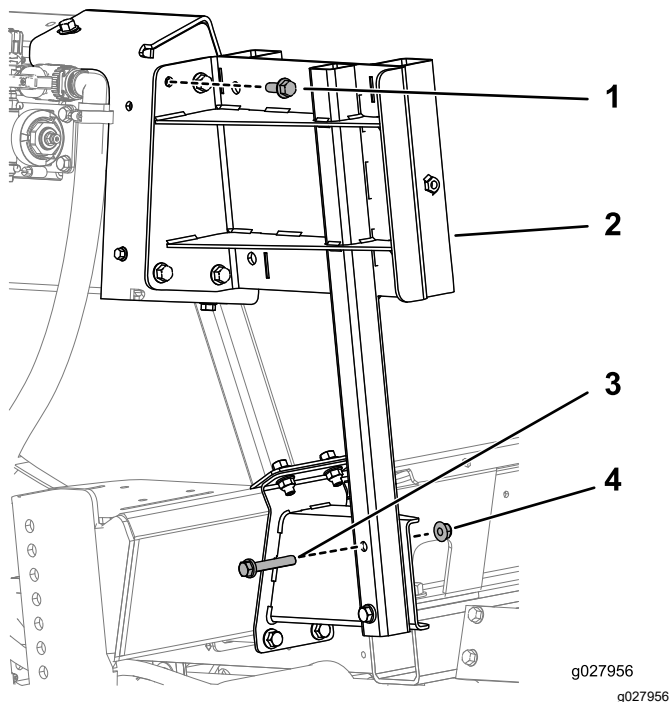

Figura 13
5. Sujete el soporte de la bandeja del carrito a los soportes superior e inferior con 4 pernos ($\frac{3}{8}$ "-16 x 1"), 2 pernos ($\frac{3}{8}$ "-16 x $2\frac{1}{4}$ ") y 6 tuercas con arandela prensada ($\frac{3}{8}$ "-16), según se muestra en Figura 13.